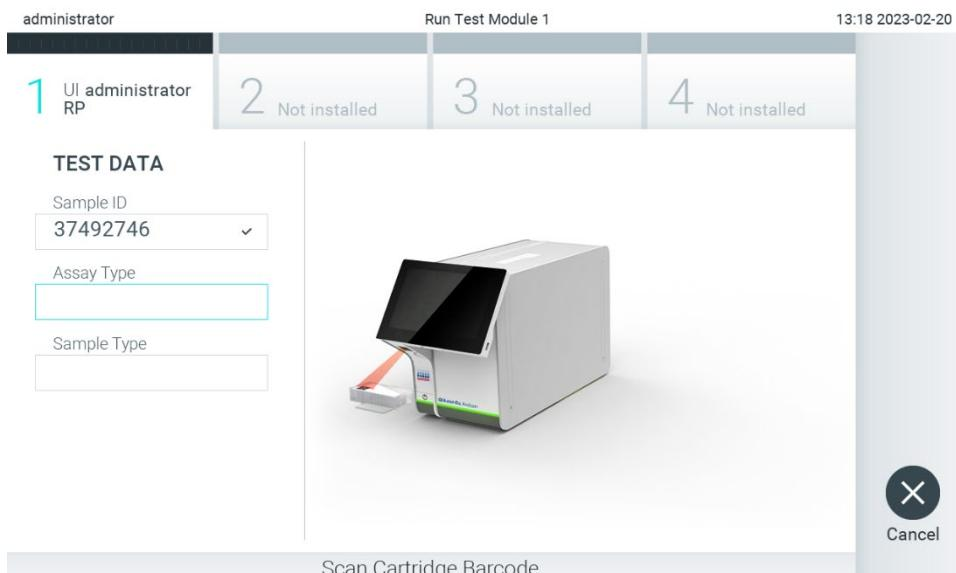

Abbildung 87. Scannen des Barcodes der QIAstat-Dx Assay-Kartusche.
4. Wenn die Testanforderung erfolgreich vom Host empfangen wurde, wird der Text „Scan cartridge for assay <assay_name> and book order <order_number> (Kartusche für Assay <Assay_Name> und Anforderungsnummer <Bestellnummer> scannen)“ angezeigt. Scannen Sie den Barcode der angegebenen QIAstat-Dx Assay-Kartusche (Abbildung 87).